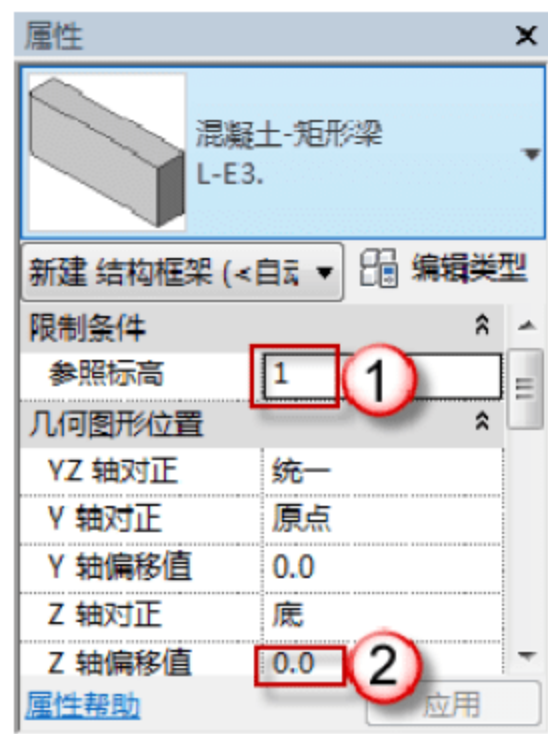

图 3.2.31 设置 Z 轴偏移值
(13) 绘制 L-E3。选择“结构”→“梁”命令，在“属性”面板中调整参数标高 1，Z 轴偏移值为 0，如图 3.2.31 所示。找到 L-E3 的位置从一侧向另一侧绘制，如图 3.2.32 所示。